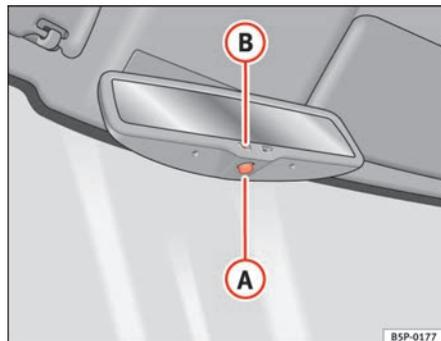

Fig. 64 Retrovisor interior con ajuste automático para posición antideslumbrante.
- Pulse la tecla **A** ⇒ fig. 64. El testigo de control **B** se apaga.
- Pulse la tecla **A** ⇒ fig. 64. El testigo de control se enciende.